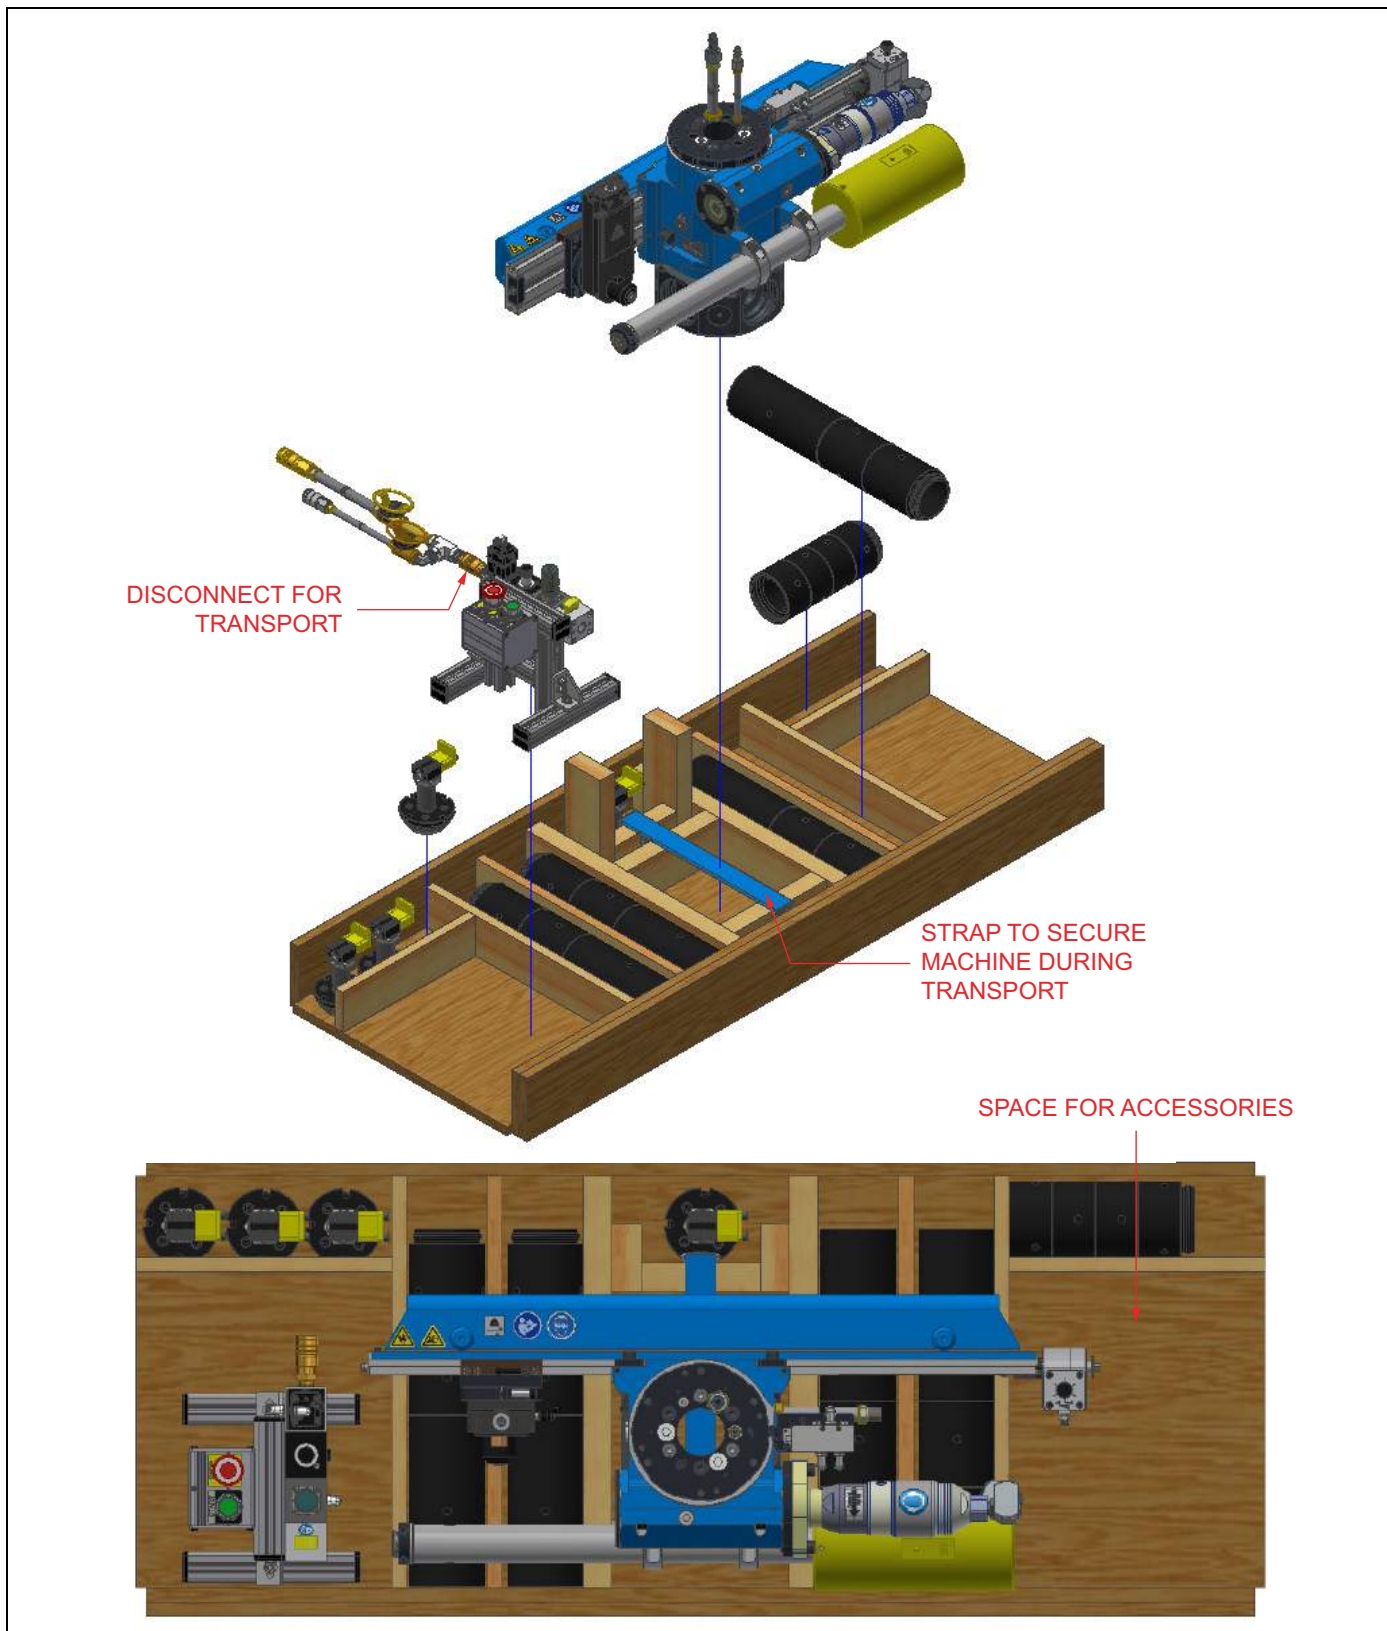
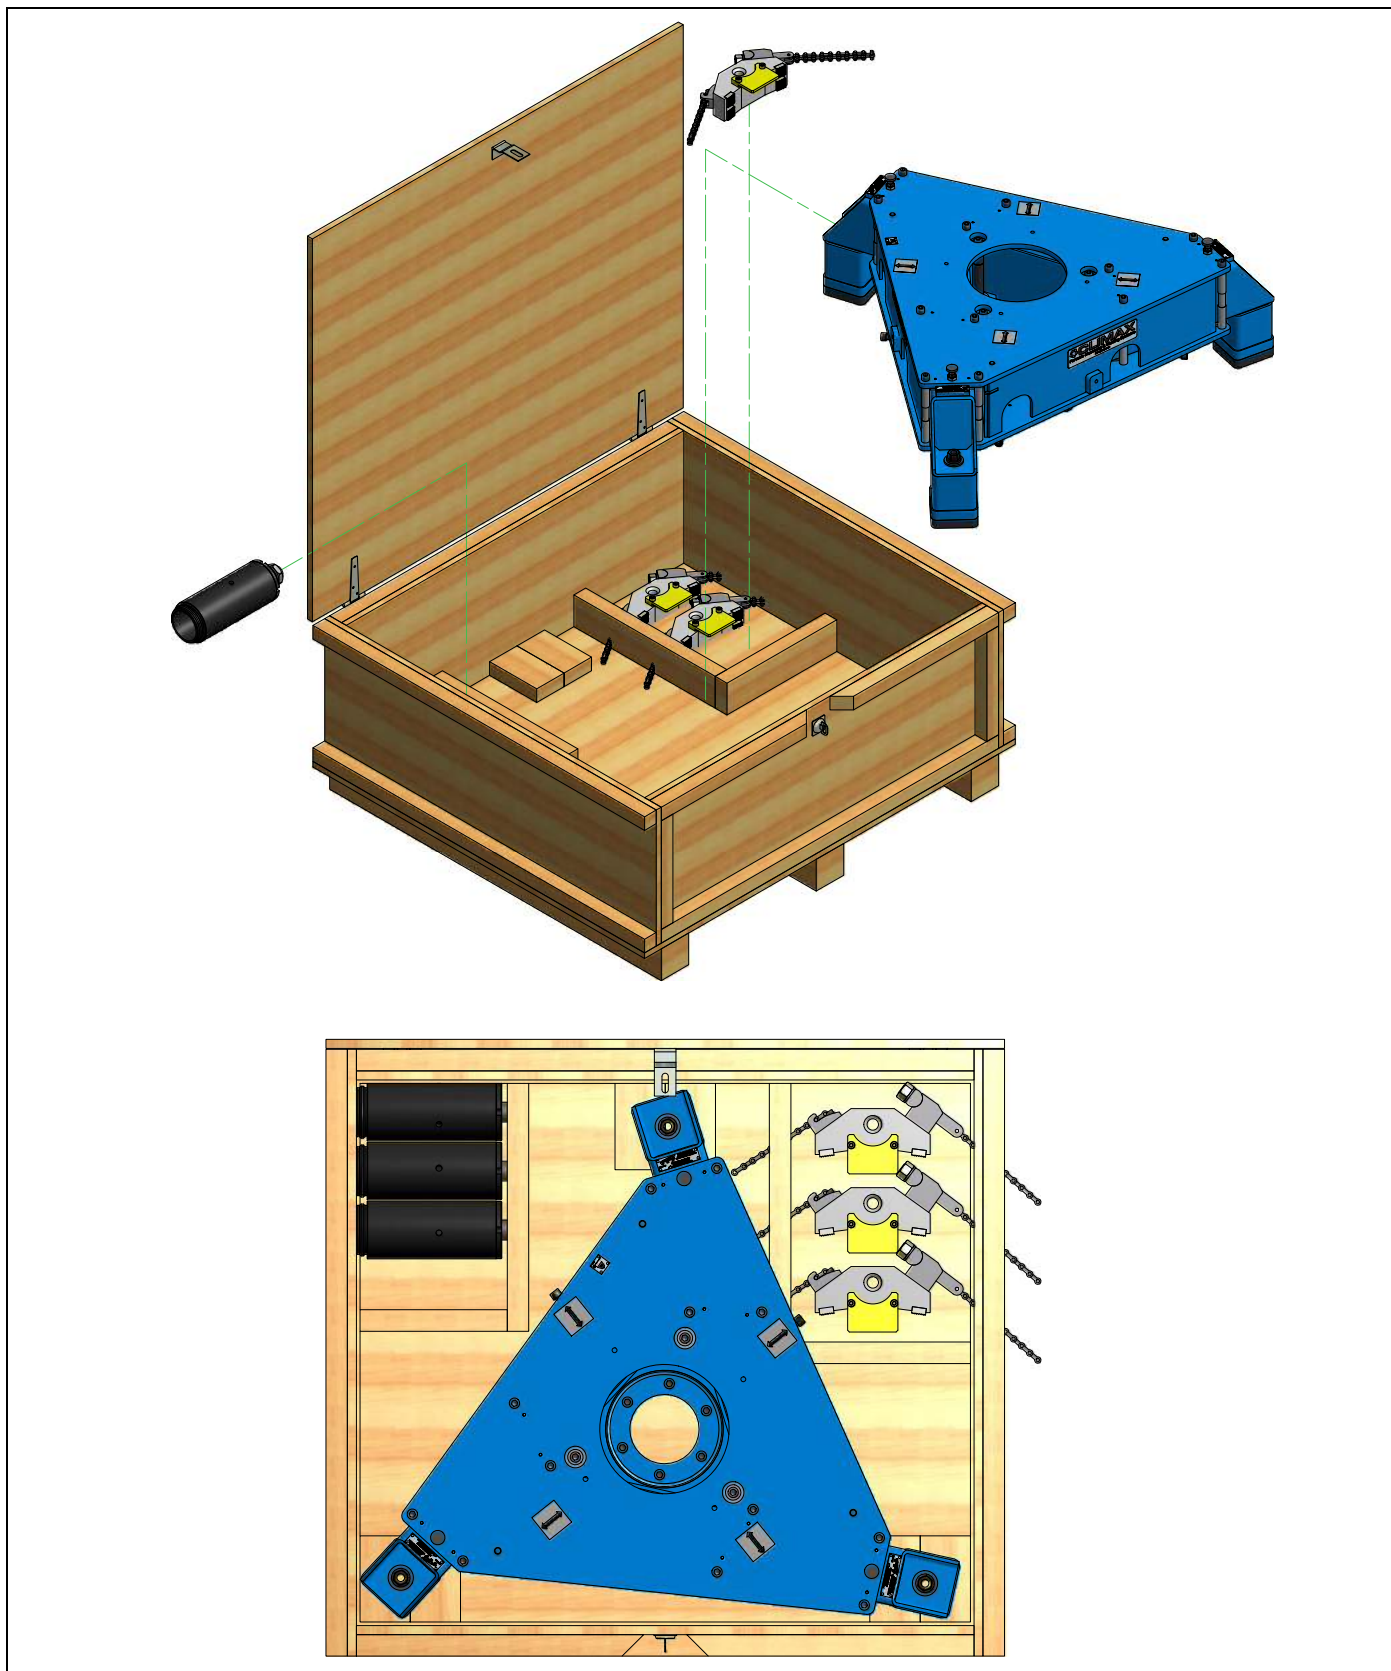

РИСУНОК 6-2. УПАКОВКА СТАНКА FF6300 С ПАТРОНОМ ДЛЯ ЗАЖИМА НА ВНУТРЕННЕМ ДИАМЕТРЕ
РИСУНОК 6-3. УПАКОВКА СТАНКА FF6300 С УЗЛОМ КРЕПЛЕНИЯ НА НАРУЖНОМ ДИАМЕТРЕ
3. Поместите станок в его транспортный контейнер (см. рис. 6-2 или рис. 6-3).
2. Поместите станок в его транспортный контейнер (см. рис. 6-2 или рис. 6-3).
Упакуйте станок (см. рис. 6-2 или рис. 6-3).